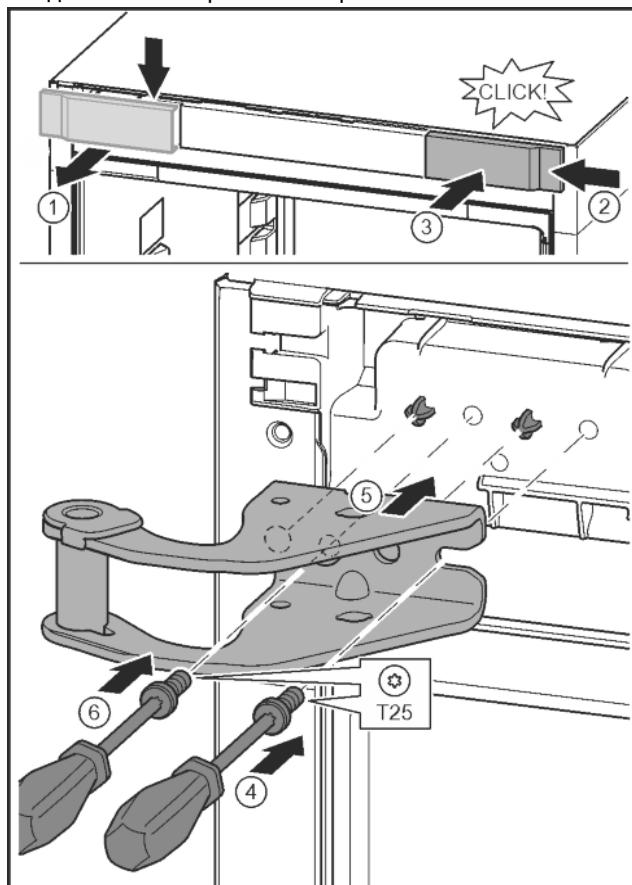

Fig. 15
- Развийте капака и го свалете настрани. Fig. 15 (1)
- Закачете капака, завъртян на 180°, от другата страна отдясно. Fig. 15 (2)
- Фиксирайте капака. Fig. 15 (3)
- С отвертка T25 поставете винта. Fig. 15 (4)
- Поставете горната лагерна стойка. Fig. 15 (5)
- Затегнете винта. Fig. 15 (4)
- С отвертка T25 поставете винта и го затегнете. Fig. 15 (6)